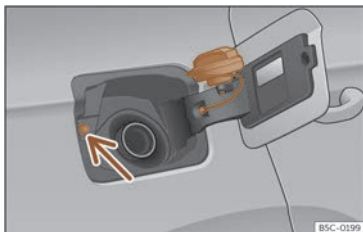

Fig. 199 Tapa del dipòsit amb el tap encaixat.
- Poseu-lo en l'espai que hi ha a la frontissa de la tapa oberta >>> **fig. 199**.
No toqueu el botó de bloqueig de la tapa de combustible >>> **fig. 199** (fletxa). El sistema entendrà que heu acabat i no podreu seguir fent gasolina. Torneu a prémer la tecla  de la porta del conductor per continuar.